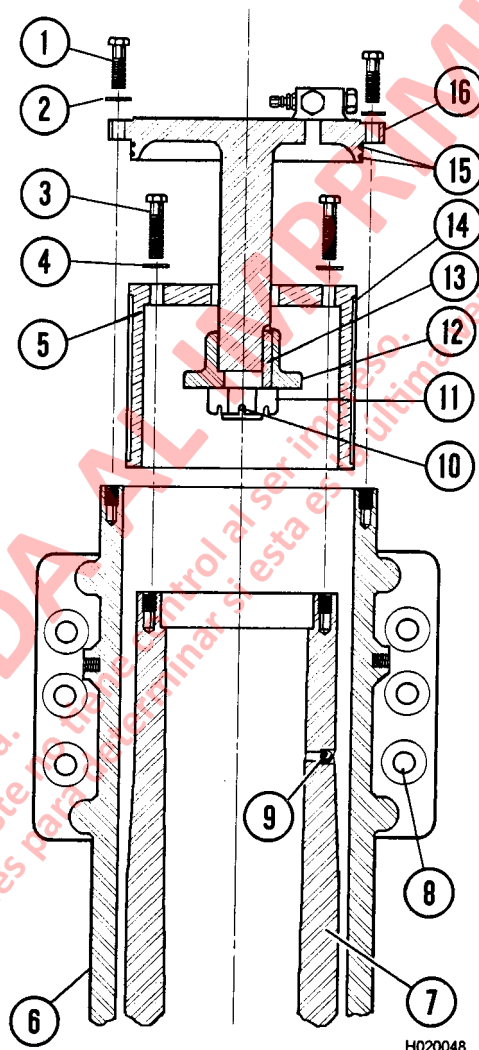

FIGURA 2-7. DESMONTAJE DE LA VARILLA DEL PISTÓN
1. Sosteniendo la suspensión en posición vertical (con la tapa del extremo arriba), saque los pernos (1, Figura 2-7), y las golillas endurecidas (2). Fije el tecla a la estructura de la tapa del extremo (16) y levante la tapa del extremo de la caja de la suspensión (6) hasta que el tope del pistón (12) haga contacto con el retén del rodamiento superior (5). Saque los pernos (3) y las golillas endurecidas (4). Saque la estructura de la tapa y el rodamiento de la caja.
2. Saque el pasador cilíndrico (10, la tuerca (11), el tope del pistón (12) y la cuña (13). Separe la tapa y el rodamiento. Saque los anillos de goma y los anillos de respaldo (15). Saque el rodamiento (14).
- NOTA:** Las bolas de acero (9) caerán libremente cuando se gire la caja.
4. Fije el dispositivo de levante al pistón (7) y saque cuidadosamente de la caja.
3. Instale el rodamiento inferior (18) en la caja lubricada de la suspensión. Instale pernos y golillas de seguridad endurecidas (20 y 21) a través de la pestaña del rodamiento y en los orificios roscados en la caja. Apriete a un torque de **500 ft. lbs. (678 N.m)**.
4. Instale nuevos anillos de respaldo y anillos de goma (15, Figura 2-7) en las ranuras de la tapa del extremo. Los anillos de respaldo deben quedar colocados hacia la pestaña en la tapa del extremo.
5. Instale un nuevo rodamiento (14) en el retén del rodamiento superior (5).
6. Deslice el conjunto del retén del rodamiento superior sobre la varilla de la estructura de la tapa (16).
7. Instale la cuña (13) y el tope del pistón (12) en la varilla de la estructura de la tapa. Asegúrese que el tope del pistón quede completamente asentado contra el hombro de la varilla. Instale la tuerca de seguridad (11) contra el tope del pistón. Apriete la tuerca de seguridad media vuelta más, hasta que el orificio para el pasador cilíndrico (10) esté alineado. Instale el pasador cilíndrico.
8. Coloque un dispositivo de levante al lado superior del conjunto de la tapa del extremo. Baje el conjunto hasta el pistón (7). Inserte las bolas de acero (9) en los orificios del pistón antes de asentar completamente el rodamiento en la parte superior del pistón. Una pequeña cantidad de jalea de petróleo evitará que las bolas se caigan durante el ensamblado.
9. Instale el retén del rodamiento superior (5) en la varilla del pistón. Asegure el rodamiento en su lugar con pernos NUEVOS (3) y con golillas endurecidas (4). Apriete los pernos a un torque de **500 ft. lbs. (678 N.m)**.
NOTA: SIEMPRE use pernos nuevos (3, Figura 2-7) durante el ensamblado. Los pernos usados se tensarán y fatigarán debido a las cargas que han debido soportar durante la operación.